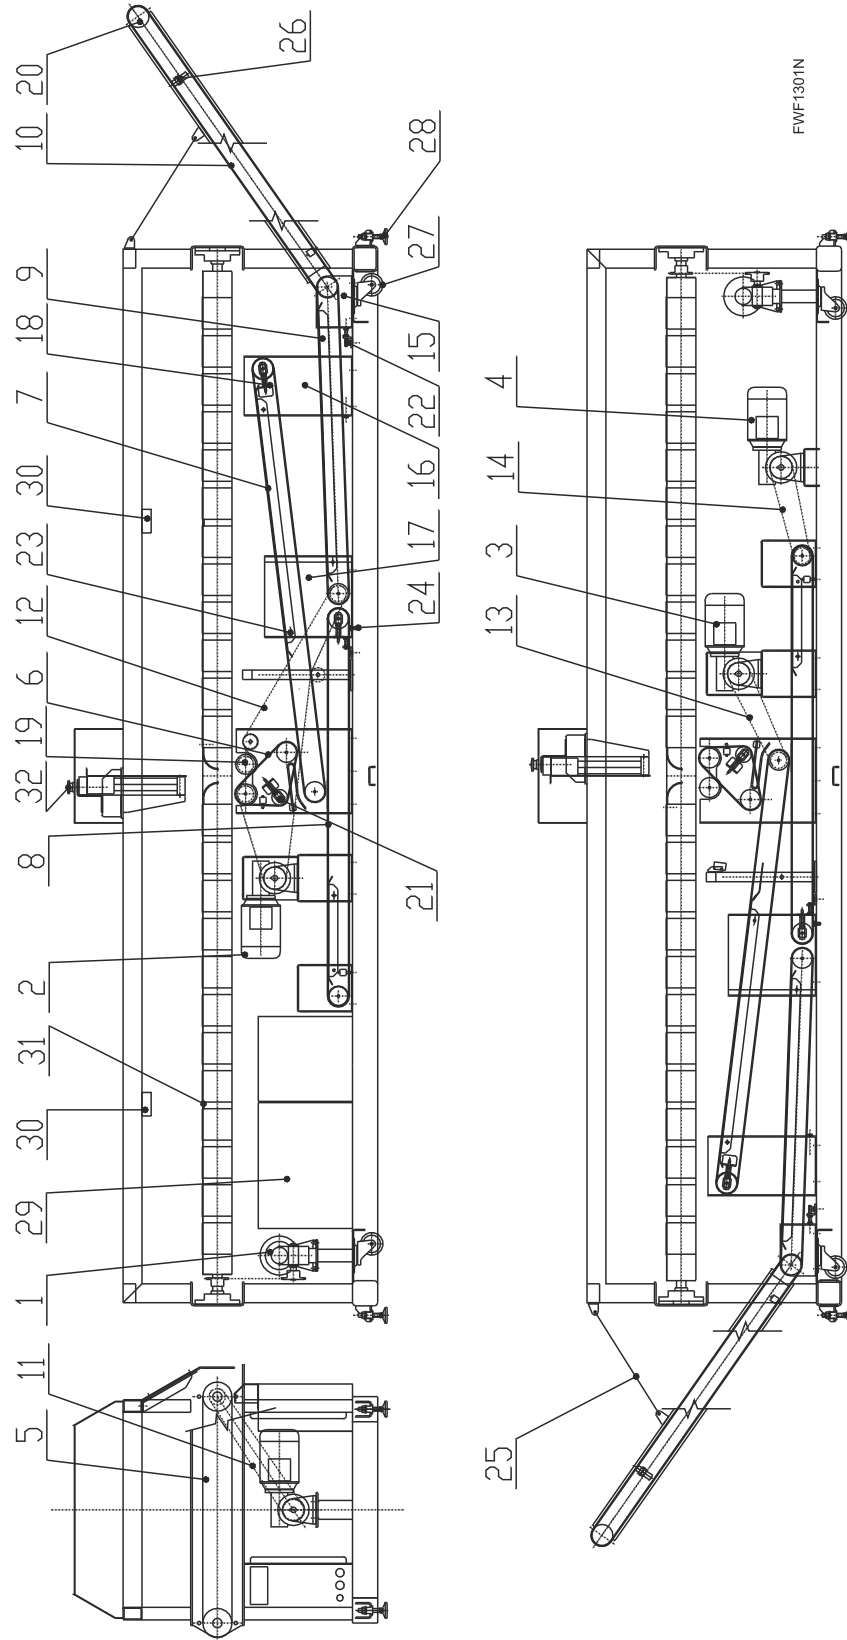

Figure 83
Serrage :**BANDE DU PREMIER PLI - Figure 83 , pos. 6 :**
BANDE DU DEUXIÈME PLI - Figure 83 , pos. 7 :
BANDE DU TROISIÈME PLI - Figure 83 , pos. 8 :
BANDE DE SORTIE "1" - Figure 83 , pos. 9 :
CONVOYEUR DE SORTIE « 2 » - Figure 83 , pos. 10 :
| Légende de Figure 83 |
Une tension trop forte des ressorts (*Figure 83*, pos. 18) peut se régler en déplaçant les angles d'appui.